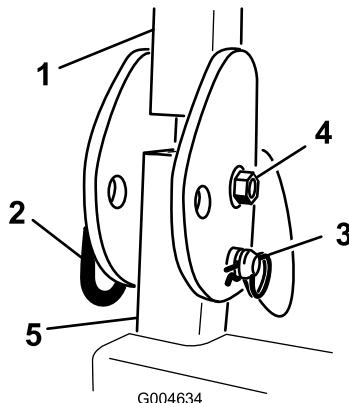

Figura 5
1. Rimuovete le coppiglie e le due spine dal roll bar (Figura 5).
2. Alzate completamente il roll bar e montate le due spine, quindi fissatele con le spine delle coppiglie (Figura 5).